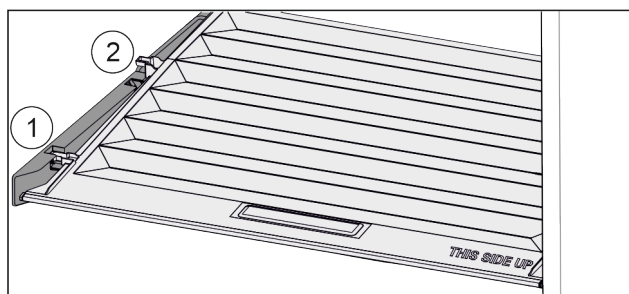

Fig. 85
- ▶ Trageți capacul în față Fig. 85 (1) până la orificiul din piesele suportului.
- ▶ Ridicați în spate de jos și scoateți Fig. 85 (2) în sus.